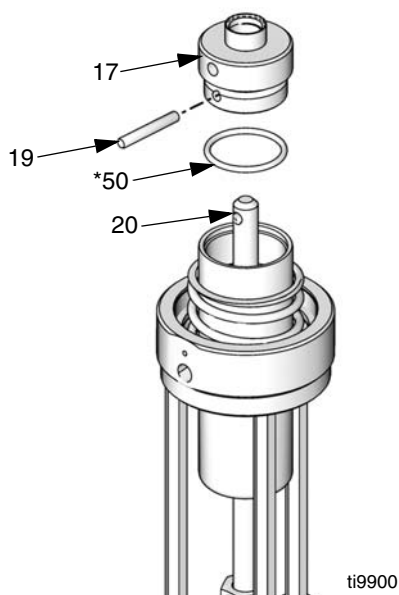

FIG. 14
5. *Moteurs pneumatiques de série A uniquement :* Enlevez la cheville (19) puis retirez la tête de piston (17) de l'arbre de transmission (20). Jetez les pièces 17, 19 et 50. Voir la FIG. 14.